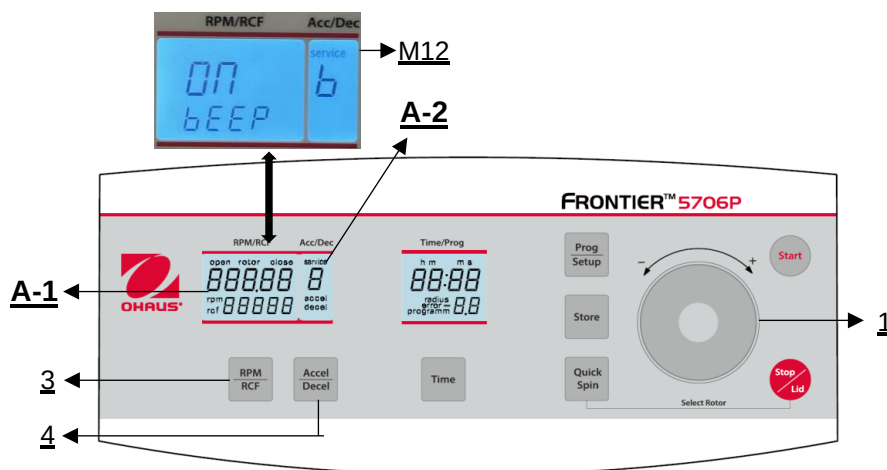

Figura 31
Proceda como se describe en el punto 4.1.1 para entrar en este modo de programación y, a continuación, pulse la tecla **"Acel/Decel"** (4). En la pantalla **"Acc/Dec"** (A-2) parpadea la palabra **"Service"** (M12). Seleccione ahora la letra **"b"** con la rueda táctil (1). Como resultado, en la pantalla **"RPM | RCF"** (A-1) aparece la palabra **"ON/BEEP"**. Después de pulsar la tecla **"RPM | RCF"** (3), puede activar (On) o desactivar (Off) el sonido del teclado con la rueda táctil (1) (véase la figura 31).